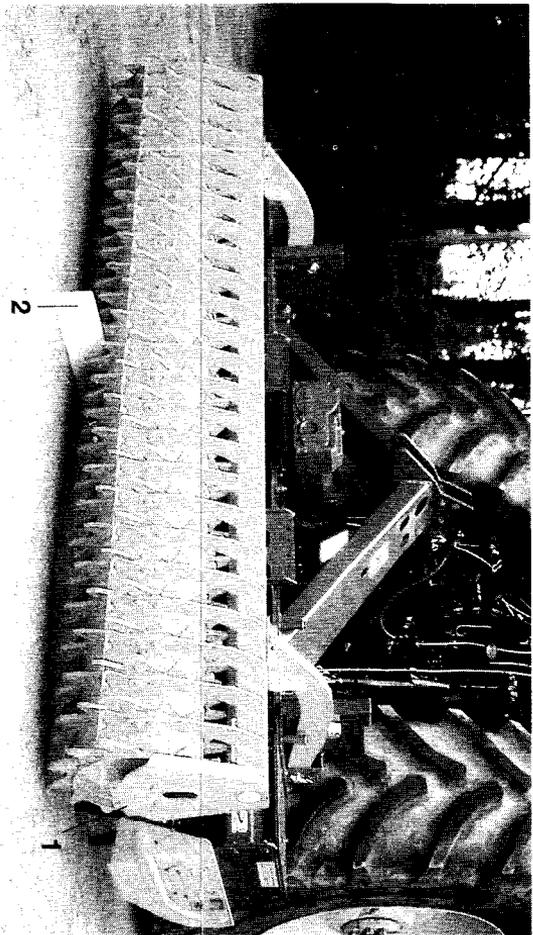

Fig. 9.1
AMAZONE-Zahnpackerwalzen (Fig. 9.1/1) packen, krümeln und steuern die Arbeitstiefe der Kreiselegge.
- Bodenbearbeitungsmaschine mit Hilfe der Schlepperhydraulik anheben und die Packerwalze mit vollem Gewicht auf einen in der Mitte der Packerwalze liegenden Holzklötz (Fig. 9.1/2) auflegen. Dadurch erhält der Rahmen der Packerwalze die Durchbiegung, die während der Arbeit auftritt, wenn sich die Bodenbearbeitungsmaschine auf der Packerwalze abstützt.